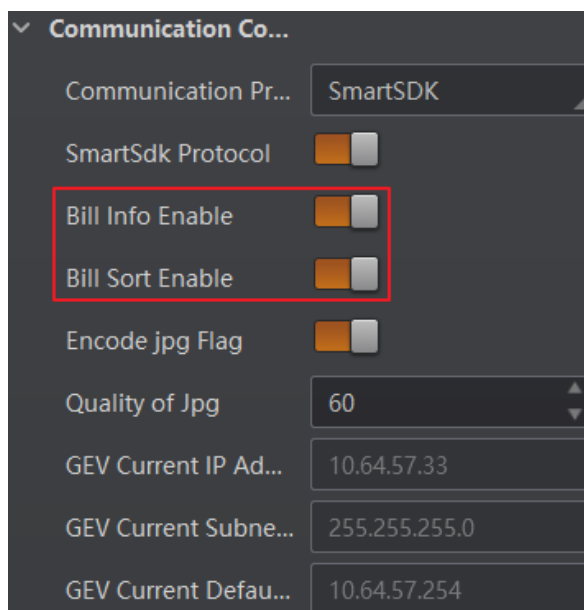

图3-18 设置抠图相关功能
2. 在 Communication Control 属性树下，使能“Bill Info Enable”参数后开启抠图功能，如图 3-18 所示。
3. 开启抠图功能后，将显示“Bill Sort Enable”参数，使能该参数后，开启抠图排序功能，如图 3-18 所示。